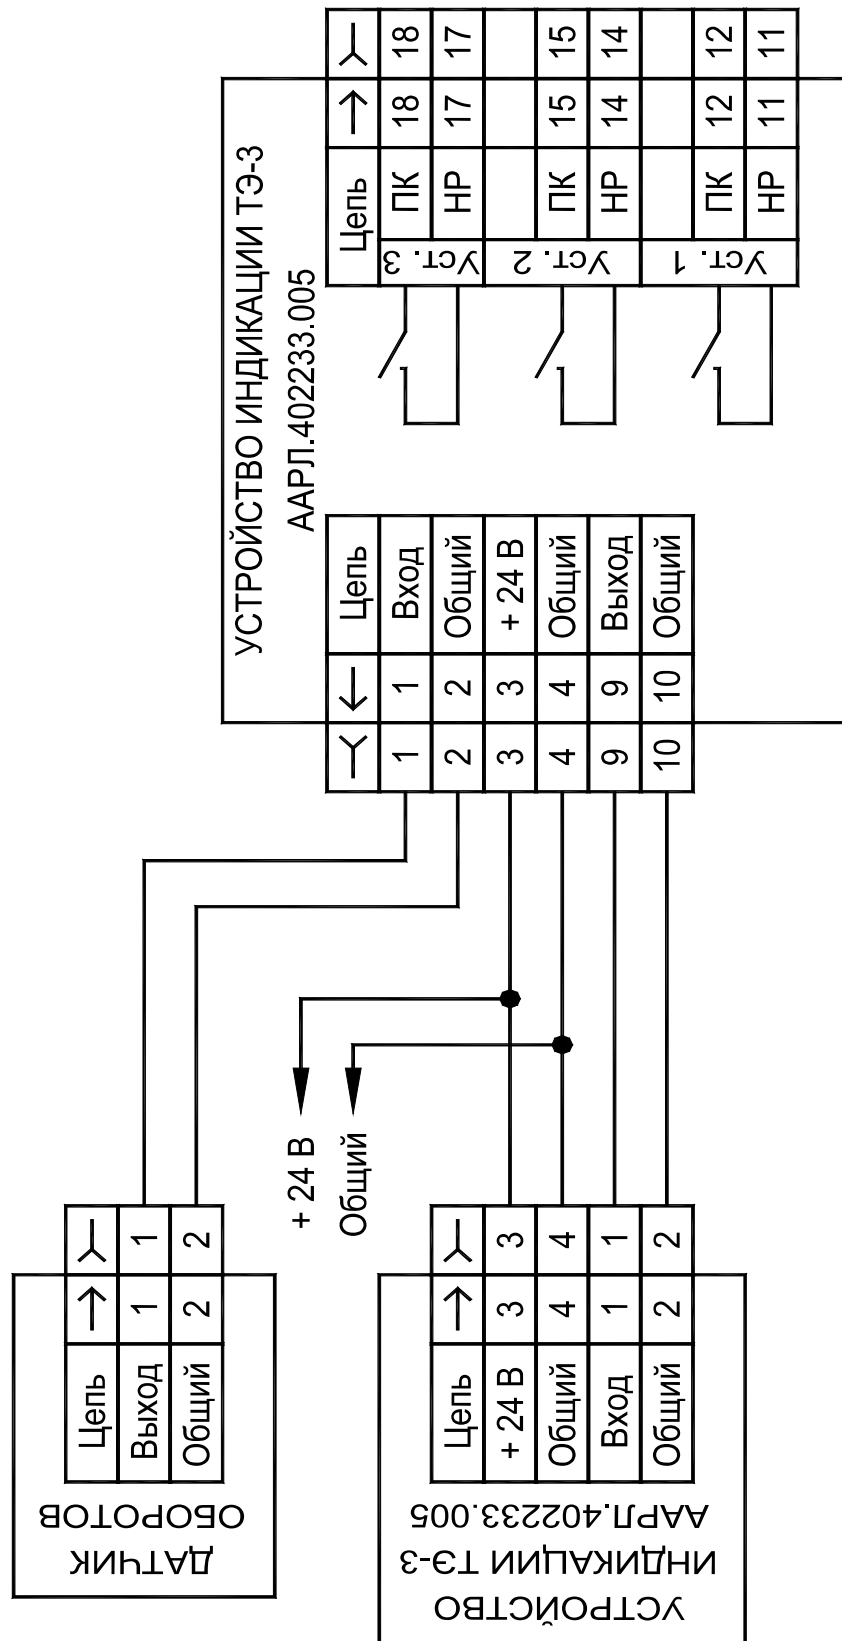
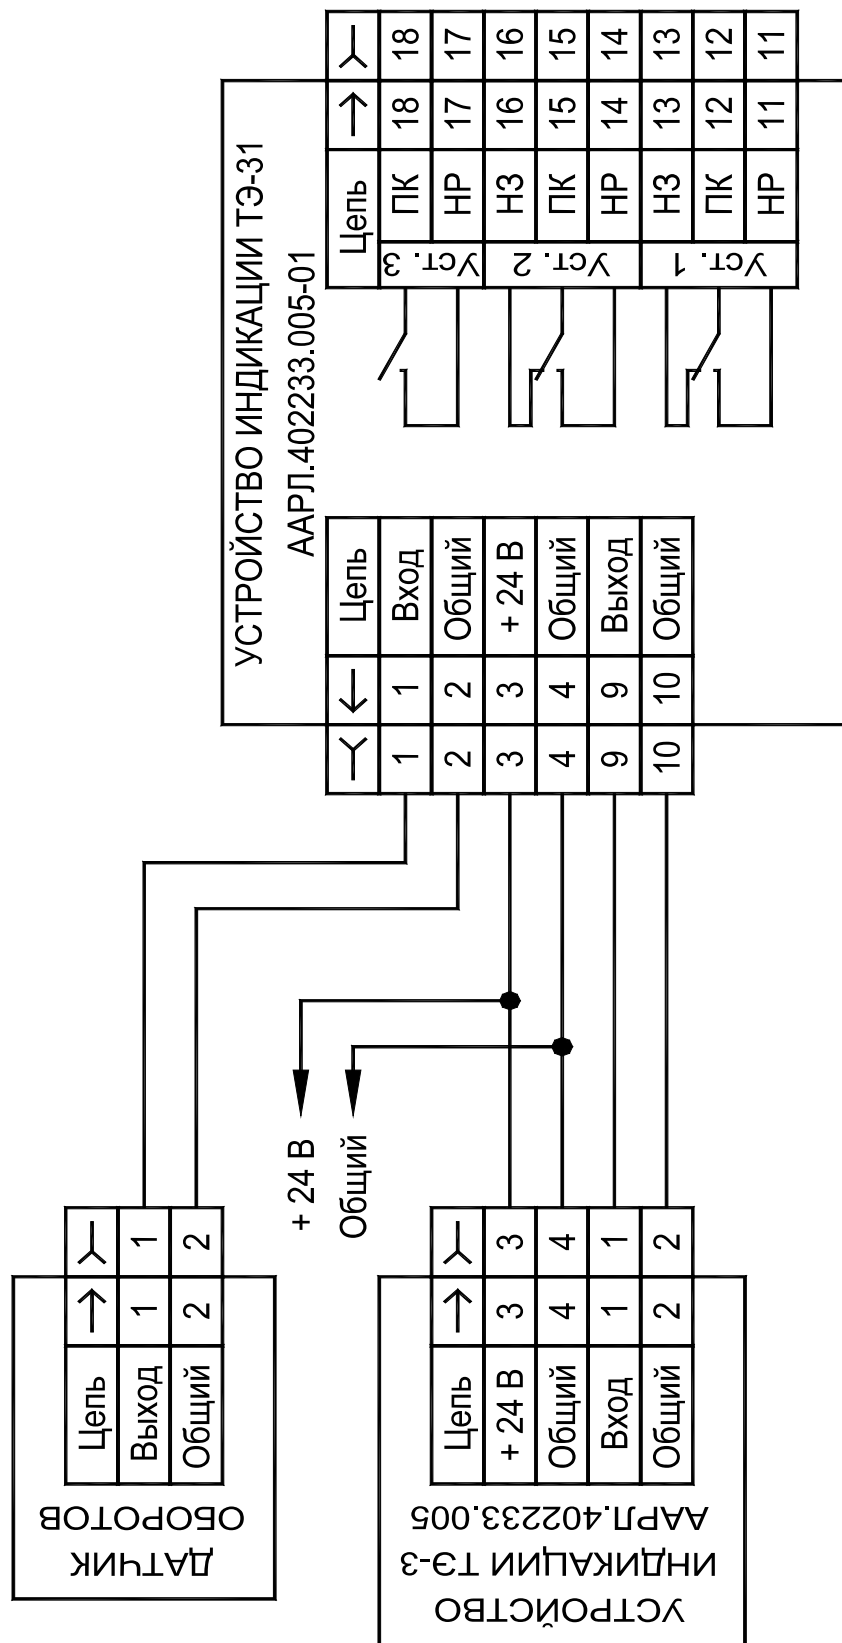

Рисунок 2 - Схема соединения ТЭ-3
Рисунок 3 - Схема соединения ТЭ-31
5.3.1 Монтаж выполнить согласно схемы соединения: для ТЭ-3 - рисунок 2, ТЭ-31 - рисунок 3. Использовать монтажный провод сечением 0,12 - 0,5 мм². Монтажные провода должны быть в экране. Экран должен быть заземлен.